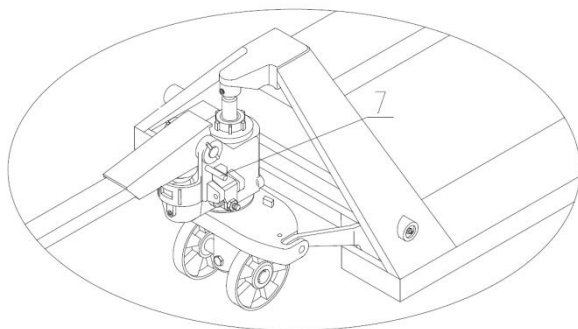

Рис. 3.
3.6. Поверните рукоятку в горизонтальное положение, вытяните штифт 7 и храните его для дальнейшего использования (см. рис. 3).